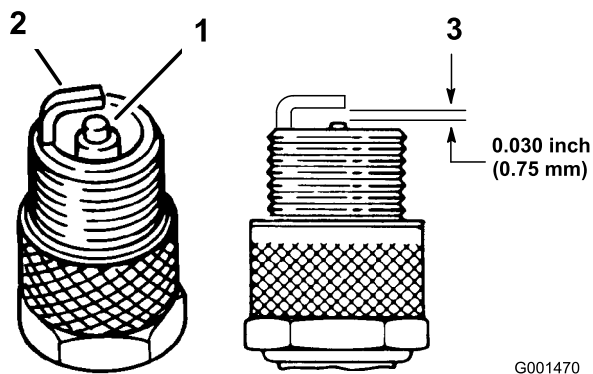

Figura 25
1. Mire la parte central de las bujías (Figura 25). Si se observa un color gris o marrón claro en el aislante, el motor está funcionando correctamente. Si el aislante aparece de color negro, significa que el limpiador de aire está sucio.
3. Compruebe la separación entre los electrodos central y lateral (Figura 25). Si la distancia no es correcta, doble el electrodo lateral (Figura 25).